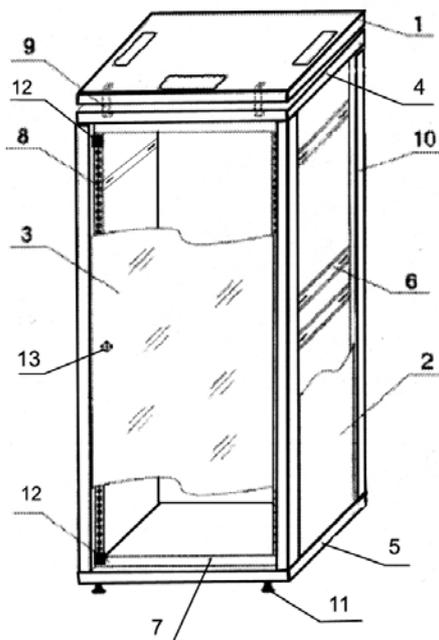

Рис.1
В комплект поставки шкафа (рис. 1) входят детали, комплектующие изделия и крепёжные элементы согласно табл. 3.
4.1.1. Положите четыре стойки (поз.10 рис.1) на плоскую поверхность. В верхний продольный паз каждой стойки вставьте квадратные гайки М5 (2 шт. для шкафа до 33U или 5 шт. для шкафа $\geq 33U$).
4.1.3. Установите (только для шкафов $\geq 33U$) и закрепите с помощью винтов М4 х 10, шайб Ø4 и гаек М4 по два уголка (поз. 7) на основание (поз.5) и вентиляционную крышку (поз.4), как показано на рис.1. Одновременно на вентиляционную крышку установите четыре скобы (поз.9) при помощи винтов М4 х 12. Закрепите уголки к стойкам (поз.10) с помощью винтов М5 х 10 с шайбами Ø5 через квадратные гайки М5, вставленные ранее (см. п. 4.1.1).
4.3.1. Установите на скобы крышку (поз.1 рис.1) и закрепите её винтами М4 х 12.
4.3.2. Установите боковые панели (поз.2 рис.1) выступами в пазы, имеющиеся в основании и закрепите их к стойкам самонарезающими винтами с буром М4,3 х 32 (два винта на каждую панель для шкафов $< 33U$ и четыре винта – для шкафов $\geq 33U$).
4.3.3. Установите неподвижные опоры (поз.11 рис.1) или ролики, для чего завинтите их в резьбовые отверстия, имеющиеся в основании (поз.5). Установите шкаф на пол в вертикальном положении.